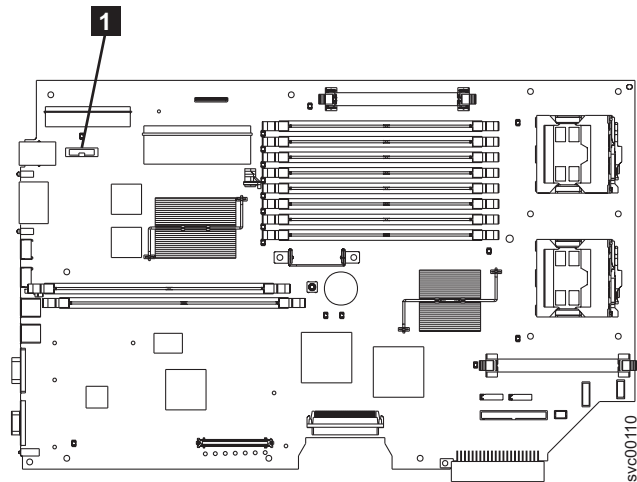

図 57. SAN ボリューム・コントローラー 2145-8F2 上の CMOS バッテリーの位置
1. 新しいバッテリーをバッテリー・ソケット **1** に挿入します。259 ページの図 57 を参照してください。